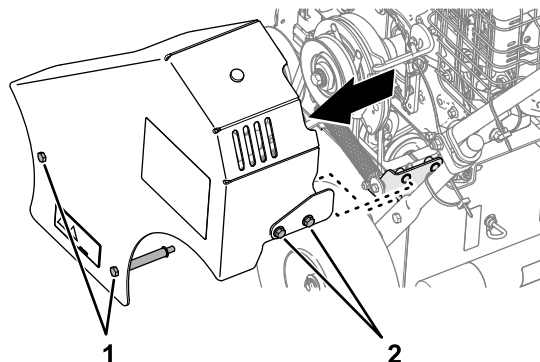

Figura 24
1. Allentate le 2 viti a testa cilindrica e i 2 bulloni a testa flangiata che fissano il copricinghia alla macchina (Figura 24).
2. Rimuovete il copricinghia dalla macchina (Figura 24).